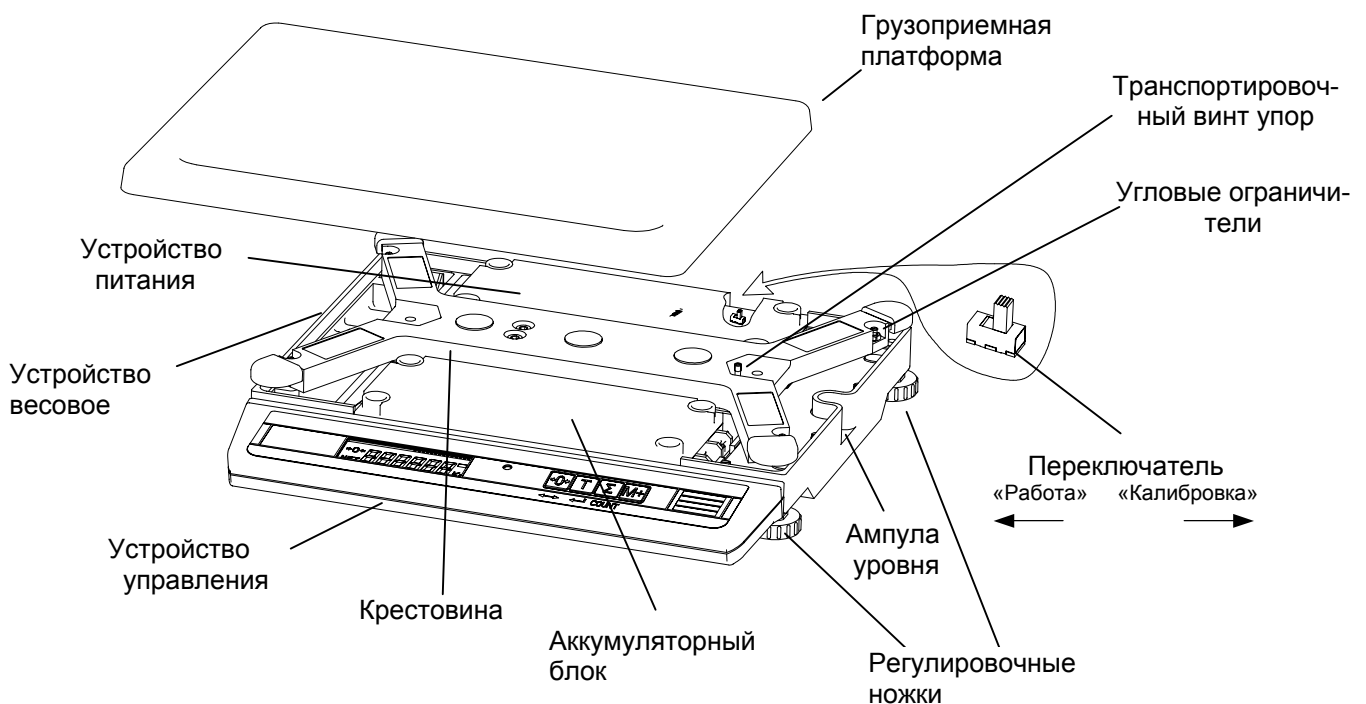

Рисунок 7.1
- выверните винты крепления крышки устройства питания и снимите крышку, получив при этом доступ к переключателю режима работы (см. рисунок 7.1);
- При выключенных весах, снять грузоприёмную платформу, вывернуть винты крепления крышки устройства питания и снять крышку (рисунок 7.1);